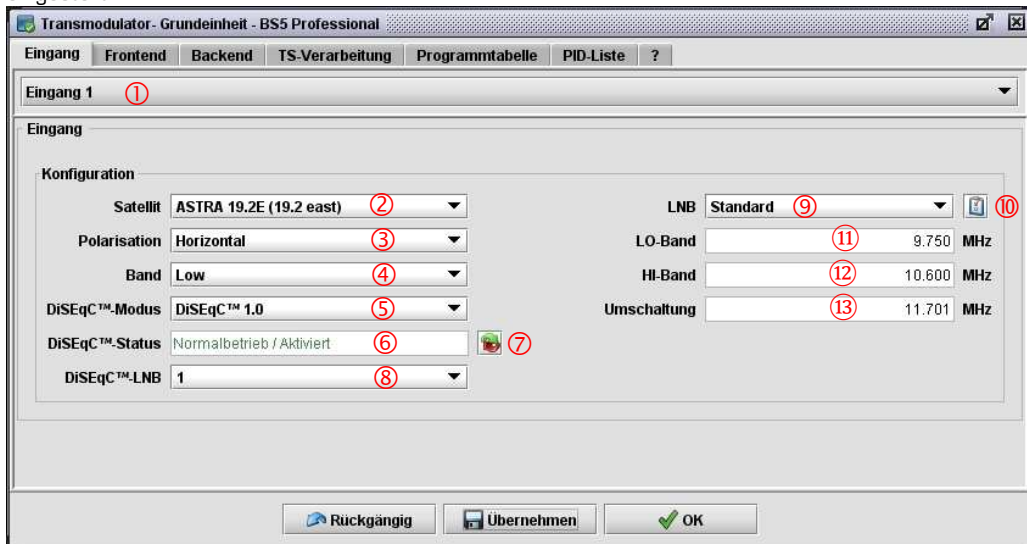

Abb. 8-2: Reiter **Eingang** im Edit-Fenster des Transmodulators, Eingänge 1 – 4 (DVB-S)
- ① Siehe ① in Abb. 8-2., S. 33
- ② Der Übertragungs-Standard des Signals, das am unter ① gewählten Eingang anliegt. Für den Eingang 5 stehen die Standards **Kabel** und **Terrestrisch** zur Verfügung.
- ③ Schaltet die Fernspeise-Spannung für die DVB-T-Antenne ein (Kontrollkästchen markiert); nur verfügbar, wenn unter ② **Terrestrisch** eingestellt ist.